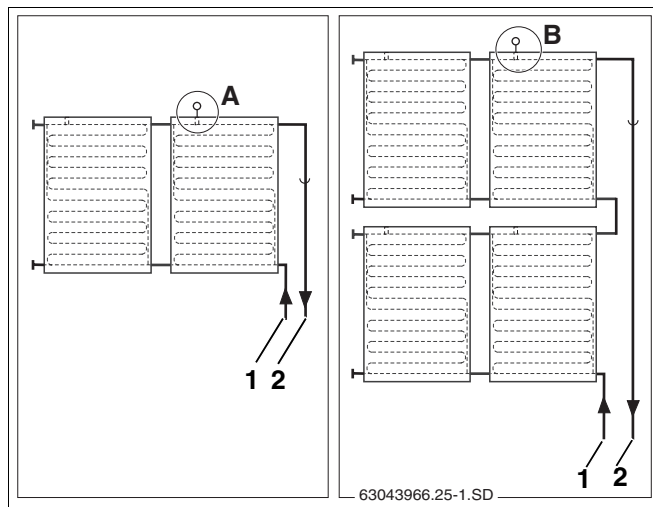

Рис. 31 Место установки датчика коллектора (схематическое изображение)
Обратите внимание на разные места установки при одно- и двухрядной коллекторной системе (рис. 31).
Датчик должен устанавливаться в коллектор, к которому подключена подающая линия (рис. 31, поз. 2).
- Место установки (рис. 31, **поз. А**) в однорядной системе коллекторов.
- Место установки (рис. 31, **поз. В**) в двухрядной системе коллекторов.